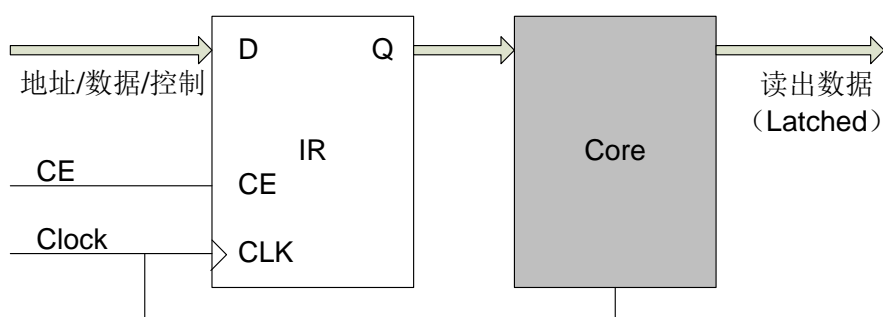

图 31 旁路输出寄存器 Pipeline 模式
- ① 旁路输出寄存器同步写，在存储器 Core 可以锁存输出，如图 31 所示。